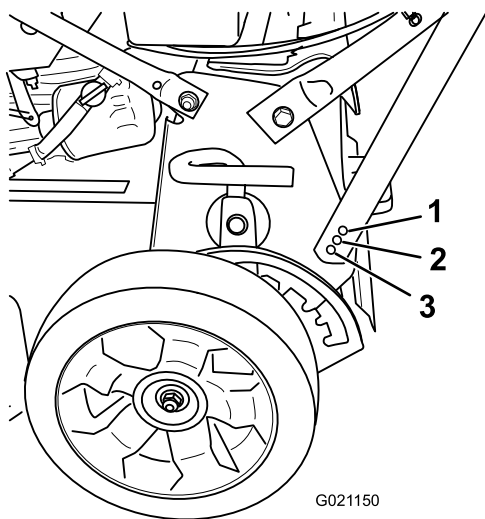

Рисунок 5
2. Отверните болт рукоятки и вставьте его в одно из трех отверстий, расположенных в нижней части кронштейна рукоятки (Рисунок 5).